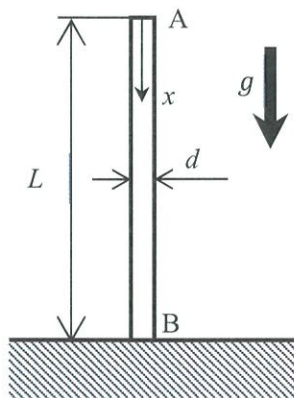

図 1-3
(1) 図 1-3 に示すように、棒を水平な床に鉛直に置いた．棒の上端 A から距離  $x$  にある横断面に働く垂直応力を求めよ．